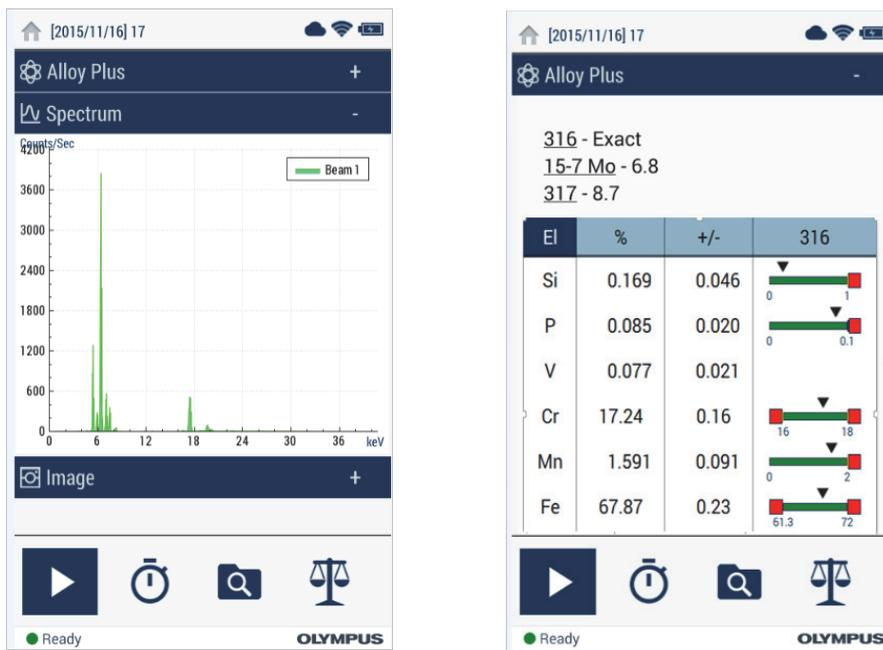

Figura 3-20 Schermate di inizio e di stato di avanzamento dell'analisi
1. Navigare fino alla schermata **Test** (Analisi) [vedere Figura 3-20 a pagina 75].
- Quando l'analisi è completa, toccare la barra Chemistry (Composizione chimica), Spectrum (Spettro), Notes (note) o Image (Immagine) per espandere la vista (vedere Figura 3-20 a pagina 75).